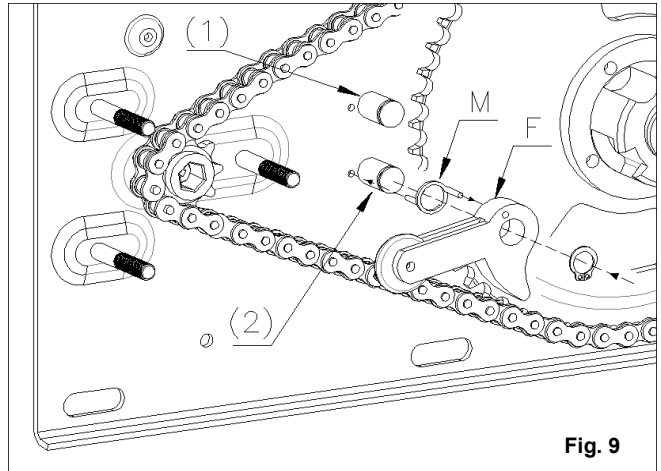

Fig. 9
For the configuration to the left of the transmission bracket, proceed as follows: Remove the parachute system from the pin (1) and turning it 180°, mount it on the pin (2) as shown in Figure 9; Insert the spring (M) between the two holes formed respectively on the bracket and on the parachute system. At this point, collapse the group and secure it with the snap ring.
Pour la configuration à gauche du support de transmission, procéder comme suit : démonter le système antichute de la broche (1) et en le tournant de 180°, le monter sur la broche (2), comme illustré sur la figure 9. Insérer le ressort (M) entre les deux trous situés respectivement sur le support et sur le système antichute. À ce stade, comprimer le groupe et le fixer avec la bague seeger.